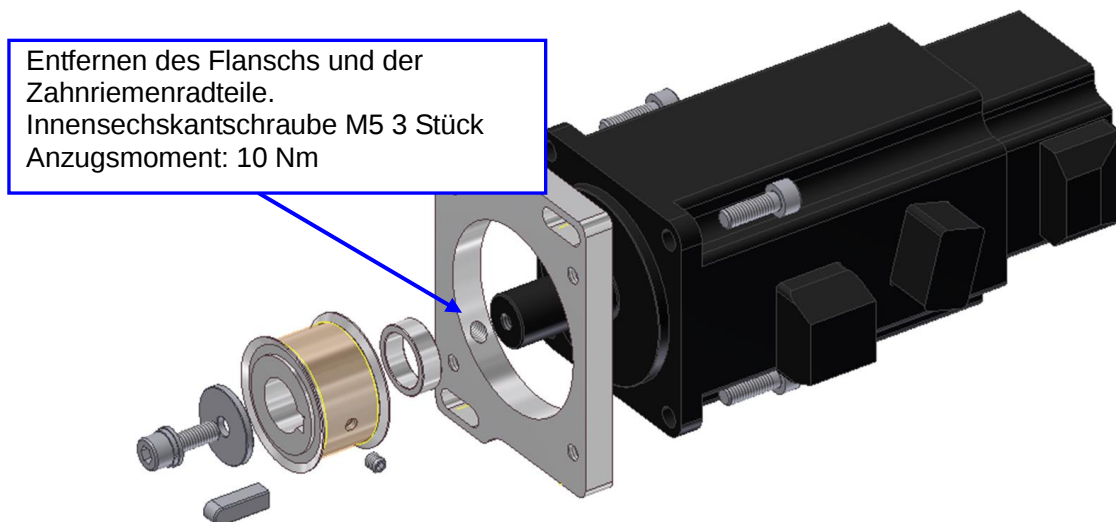

Bild 5-26 Explosionsdarstellung Z-Achsenmotor
- (8) Remove the flange and pulley peripheral parts from the motor. Use a gear puller if necessary. (Siehe Bild 5-26.) (Innensechskantschraube M5×15L_5 Stück)
- (9) Reverse the Vorgehensweise to install a new motor. When assembling, apply appropriate amount of Lock Tight 243 (Schraubensicherungslack) to all bolts.
- (10) Netzspannung einschalten.
- (11) Perform a test operation to check for abnormalities.